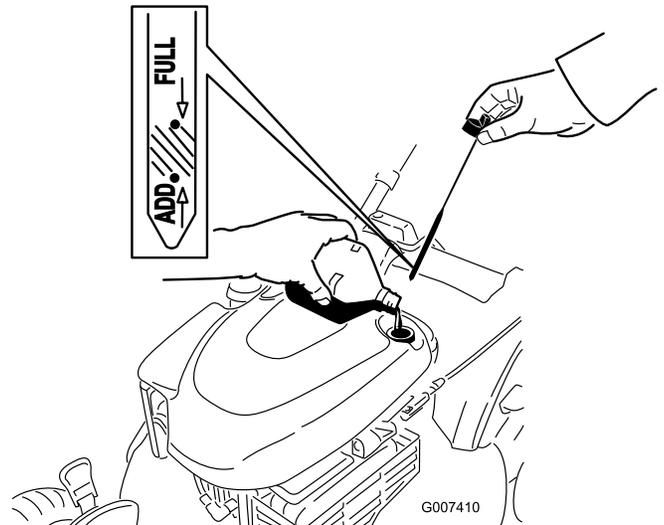

Figure 15
1. Retirez la jauge, essuyez-la sur un chiffon et remettez-la dans le tube de remplissage (Figure 15).
2. Sortez de nouveau la jauge et contrôlez le niveau d'huile (Figure 15). Si le niveau n'atteint pas le repère **minimum** (Add) de la jauge, versez lentement suffisamment d'huile dans le goulot de remplissage pour faire monter le niveau au repère **maximum** (Full). **Ne remplissez pas excessivement.** (Remplissage max. : 0,59 l, type : huile détergente SAE 30 de classe de service API SF, SG, SH, SJ, SL ou supérieure.)